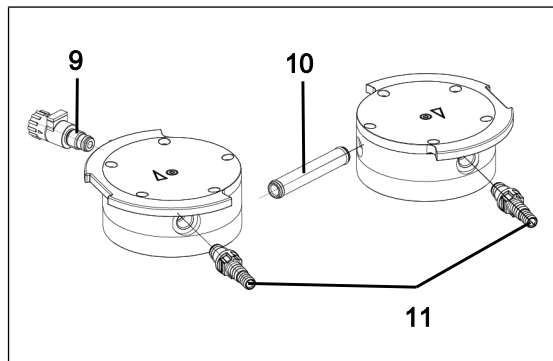

Fig.10: Sustitución de las juntas tóricas
2. Extraer el tubo de conexión (10/ Fig. 10) de la tapa del cabezal (3).
3. Sustituir las dos juntas tóricas del tubo de conexión (**10**/Fig. 10).
6. Desenroscar el lastre de gas (**9**/Fig. 10) de la tapa del cabezal (**3**).
7. Sustituir la junta tórica del lastre de gas (**9**/Fig. 10).
8. Enroscar el lastre de gas (**9**/Fig. 10) hasta el tope en la tapa del cabezal (**3**) correspondiente. A continuación, girarlo de nuevo hacia atrás hasta que la superficie esté alineada hacia arriba.
9. Desenroscar las conexiones de manguera (**11**/Fig. 10) de la tapa del cabezal (**3**) con la herramienta suministrada.
10. Sustituir las juntas tóricas de las conexiones de manguera (**11**/Fig. 10).
11. Enroscar las conexiones de manguera (**11**/Fig. 10) en la tapa del cabezal (**3**) manualmente con la herramienta suministrada.
6. Eliminar adecuadamente la membrana (7) y las placas de válvula/juntas (4) sustituidas.
7. Introducir el tubo de conexión (10/Fig. 10) en la tapa del cabezal (3).